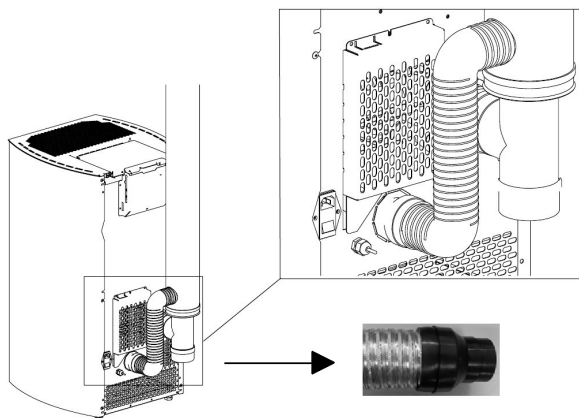
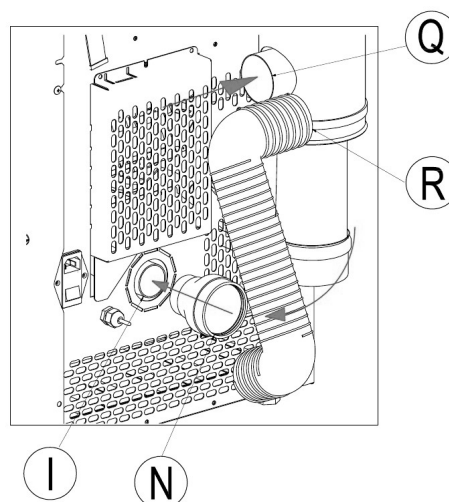

Fig. 11 - Tuyau flexible
Fig. 12 - Branchements
- En ce qui concerne les BRANCHEMENTS des tuyaux et conduits, voir Fig. 11.
LÉGENDE	Fig. 11 - Fig. 12